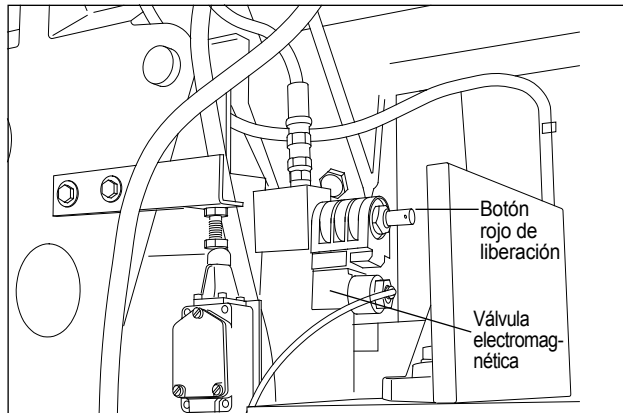

Figura 6: Bajada del cabezal sin alimentación eléctrica
5. Un botón rojo de liberación en la válvula electromagnética permite bajar el cabezal de la sierra cuando se ha desconectado la alimentación de la máquina (vea la figura 6).
- Para bajar el cabezal de la sierra con la alimentación desconectada, hale y gire la perilla roja (sobreposición de control manual) en la válvula electromagnética (vea la figura 6).